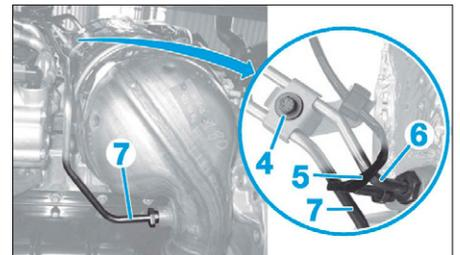

FIG. 80
- Desserrer au maximum la vis (4) (Fig.80).
- la sonde de température des gaz d'échappement (5),
- le tube de prise de pression (6),
- le tube de prise de pression (7),